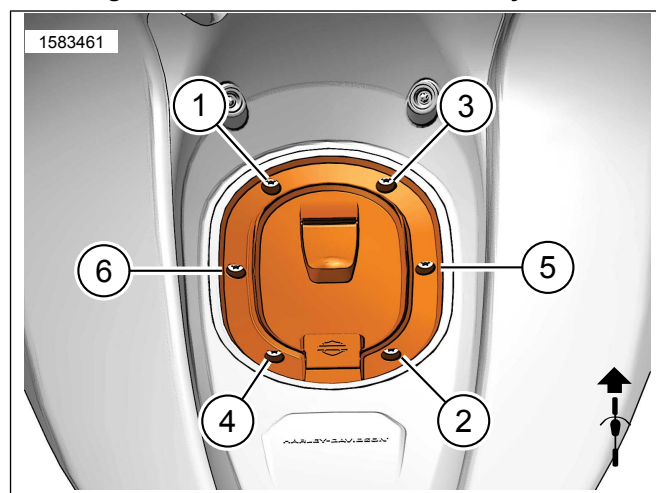

Figure 10. Bouchon de réservoir de carburant ovale installé/serrer au couple en séquence
8. Voir la figure 10. Serrer les vis au couple en séquence . Serrer.